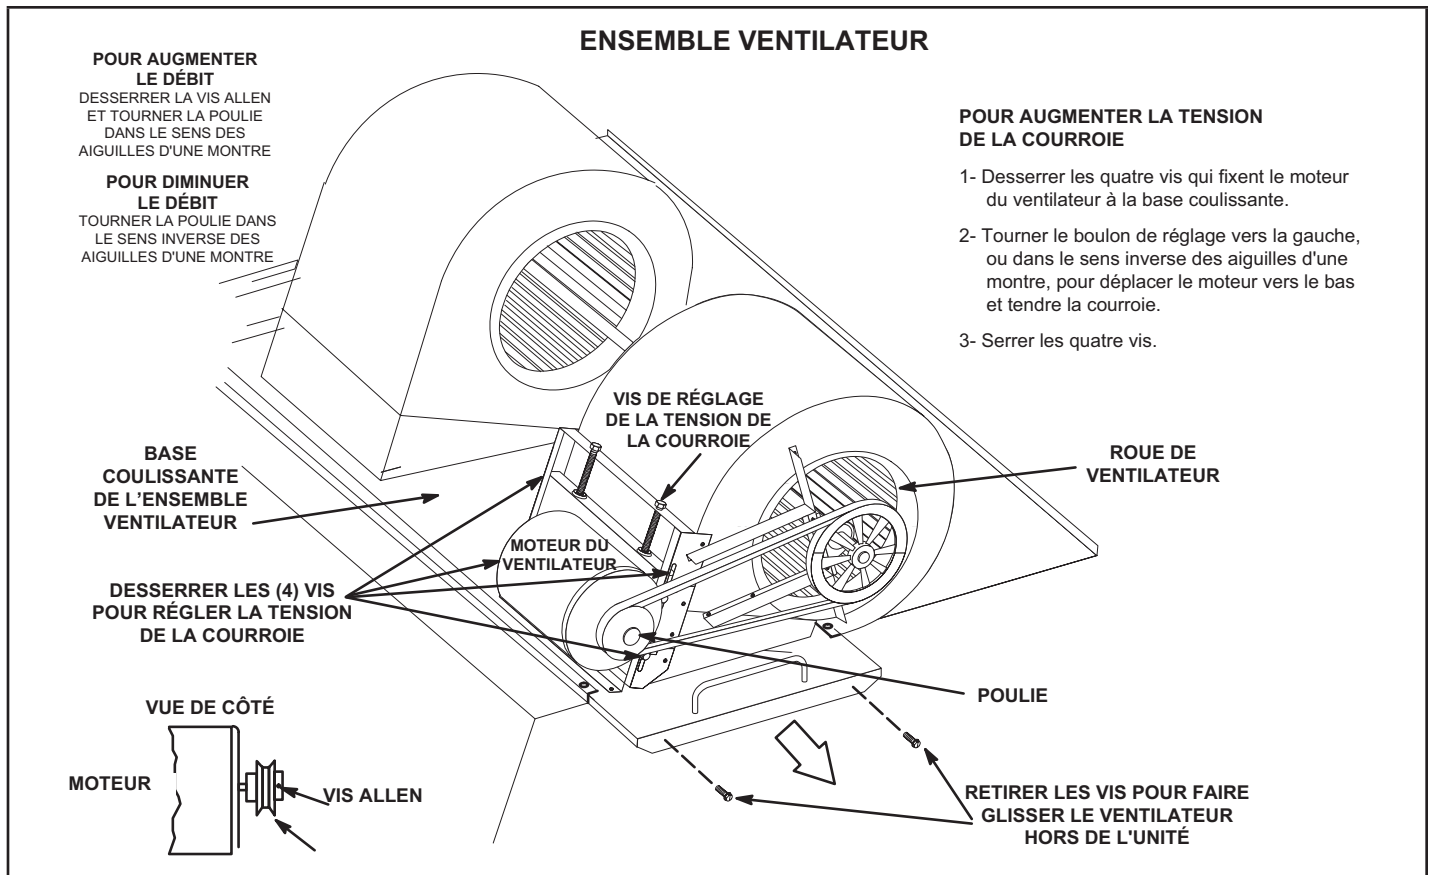

FIGURE 21
Retirer les vis situées de chaque côté de la base coulissante de l'ensemble ventilateur. Voir FIGURE 21.
La vitesse du ventilateur peut être réglée au niveau de la poulie du moteur. Desserrer la vis Allen et tourner la poulie réglable dans le sens des aiguilles d'une montre pour augmenter le débit. Tourner dans le sens inverse des aiguilles d'une montre pour diminuer le débit. Voir FIGURE 21. Ne pas dépasser les nombres minimum et maximum de tours de poulie indiqués au TABLEAU 4.
- 1 - Desserrer les quatre vis qui fixent le moteur du ventilateur à la base coulissante. Voir FIGURE 21.